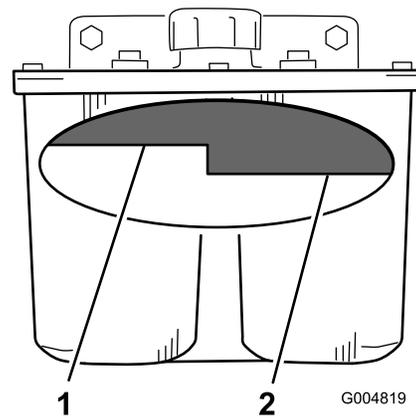

Figura 68
2. Limpie alrededor del cuello de llenado del depósito de aceite hidráulico (Figura 68).
3. Retire el tapón del cuello de llenado. Mire dentro para ver si hay fluido en el depósito (Figura 68).
Nota: El nivel de fluido debe llegar a la parte superior del nivel caliente del tabique cuando el fluido está caliente (Figura 68).